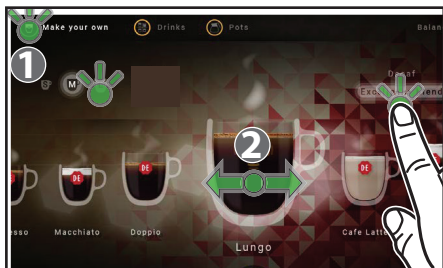

図4.5 - [ドリンクを入れる] 画面
1. マシンが抽出モード (図 4.5) になっている時に、タッチスクリーンの左上にあるアイコン [ドリンクを入れる] (1) をタッチします。
- **希望のドリンク (2)**- 選んだドリンクを画面中央に移動します (図 4.5)。
- **ドリンクのサイズ**- S (small: 小)、M (medium: 中)、L (large: 大) を選びます (図 4.5)。
- **材料**- この選択は、2種類のコーヒーを使ったマシン設定の時に使用します (図 4.5)。